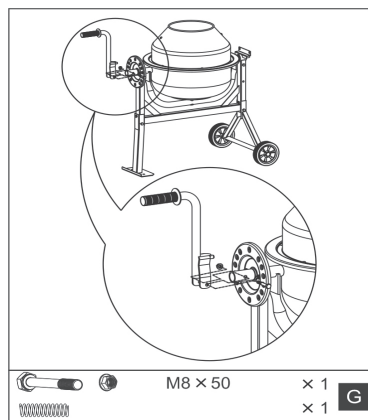

Fig.11
8. Posizionare la molla nell'estremità aperta della leva girevole. Una persona spinge la leva girevole con molla sull'albero fino a quando i fori di collegamento sono visibili, un'altra persona spinge la vite corrispondente attraverso la leva girevole e l'albero. Fissare la vite (G), Fig.11.